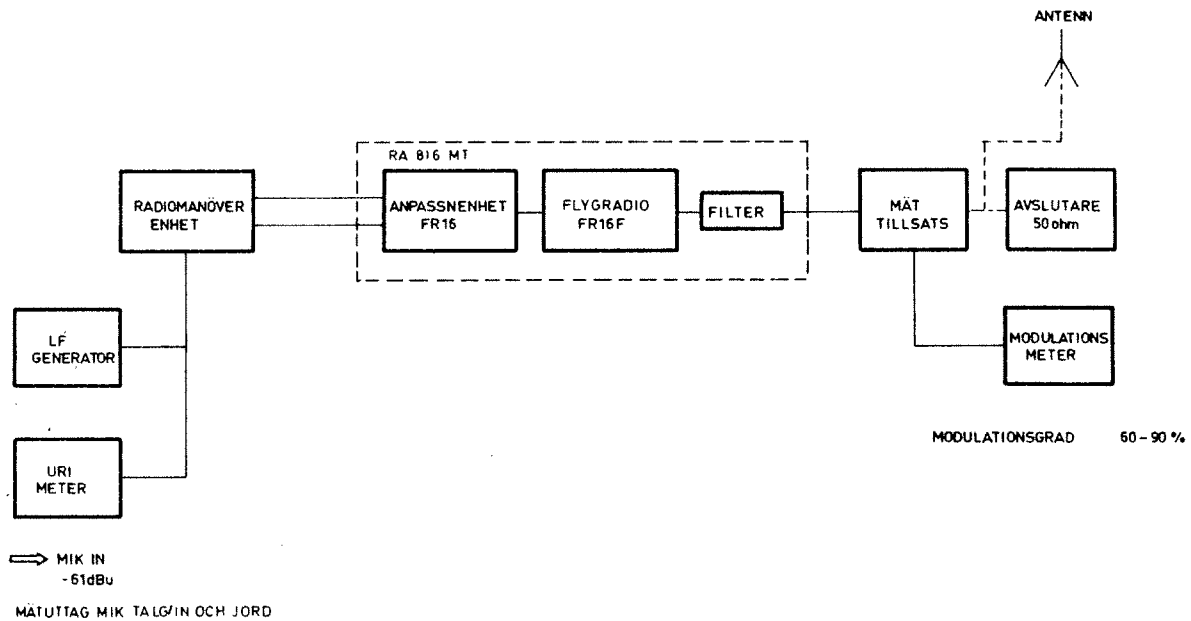

Bild 10
- Anslut LF-generatorn och URI-metern till mätuttagen MIK TALG/IN och JORD på RFK-kortet, se bild 10.
- Anslut mättillsatsen, modulationsmetern och eventuellt en avslutare enligt bild 10.